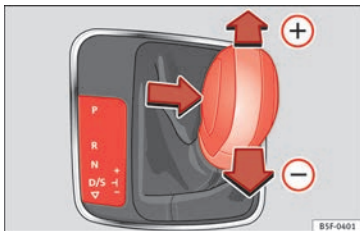

Bild 171 Växla med tiptronic.
- Tryck väljarspaken lätt framåt » **bild 171**  för att växla upp till högre växlar.
- Tryck väljarspaken lätt bakåt » **bild 171**  för att växla ned till lägre växlar.